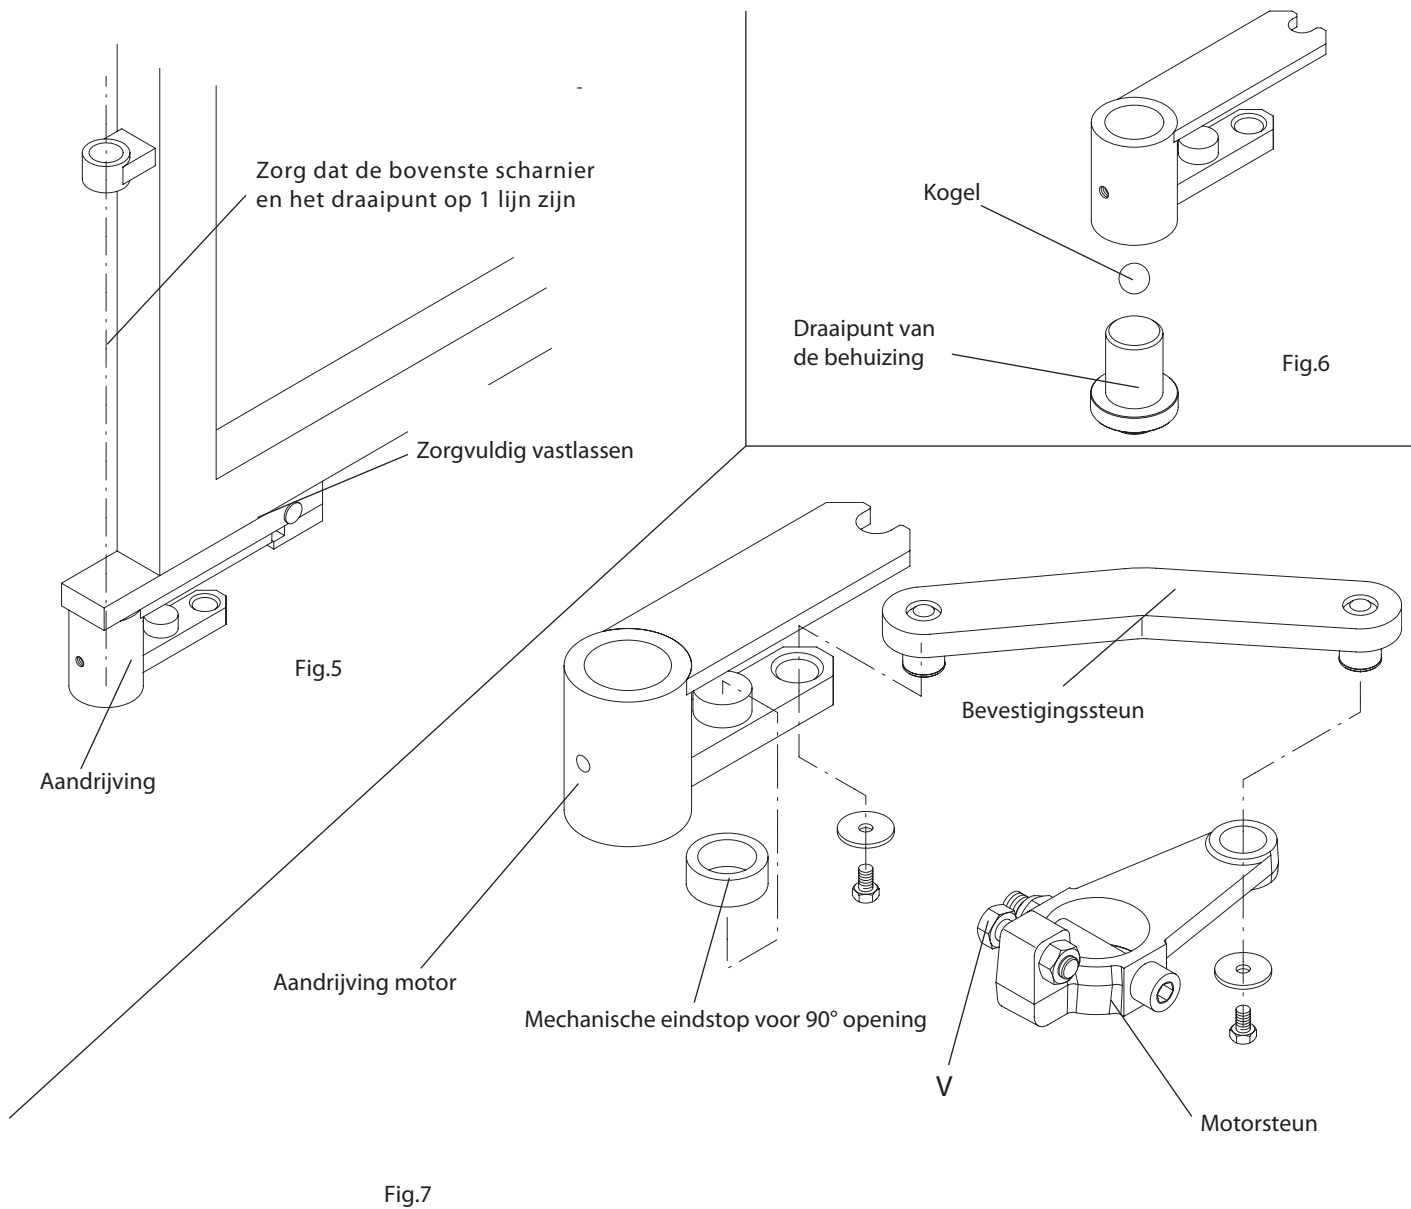

Fig.7
4. Verbindt de motorarm en aandrijfarm door middel van het verbindingsstuk (Fig.7).
5. Laat de poort rusten tegen de eindaanslag, plaats schroef V (Fig.7) op een afstand van 1/2 mm van het verbindingsstuk (alleen in het geval van standaard montage).
5. 110° OPENING (Fig.7)